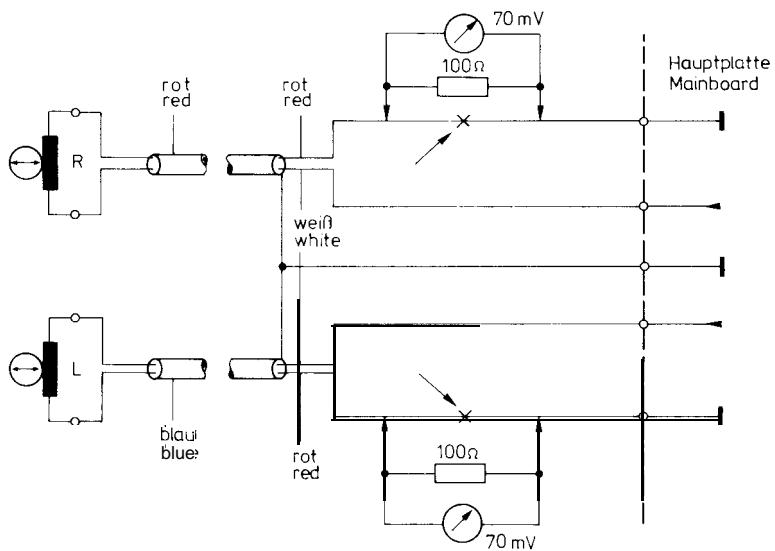

Fig. 9
- Gerat auf Aufnahme schalten und mit dem LEVEL-Regler an MP 1 (L) und MP 2 (R) 775 mV einstellen (siehe Fig. 9).
- NF-Generator auf 333 Hz (0,5 V Output) einstellen und mit dieser Einstellung mehrmals aufnehmen und wieder abspielen. Die Potentiometer VR 105 (L) und VR 106 (R) vor jeder Aufnahme in kleinen Schritten soweit verstetzen, bis am MP 1 (L) und MP 2 (R) auch bei Wiedergabe 775 mV anliegen.
- Set unit to recording and adjust 775 mV by means of the LEVEL control at MP 1 (L) and MP 2 (R) (see Fig. 9).
- Set AF generator to 333 Hz (0.5 V output) and record and play-back several times using this adjustment. Change the setting of potentiometers VR 105 (L) and VR 106 (R) before each recording in small increments such that 775 mV are present at MP 1 (L) and MP 2 (R) also in the case of playback.
- Mit dem LEVEL-Regler an MP 1 (L) und MP 2 (R) 23,5 mV (siehe Fig. 9).
- NF-Voltmeter an MP 3 (L) bzw. MP 4 (R) anschließen und mit VR 201 (L) bzw. VR 202 (R) 54 mV einstellen (siehe Fig. 9).
- Set 23.5 mV by means of the LEVEL Control and MP 1(L) and on MP 2(R) (see Fig. 9).
- Connect AF-voltmeter to MP 3 (L) and MP 4 (R) and set to 54 mV by means of VR 201 (L) and VR 202 (R) (see Fig. 9).